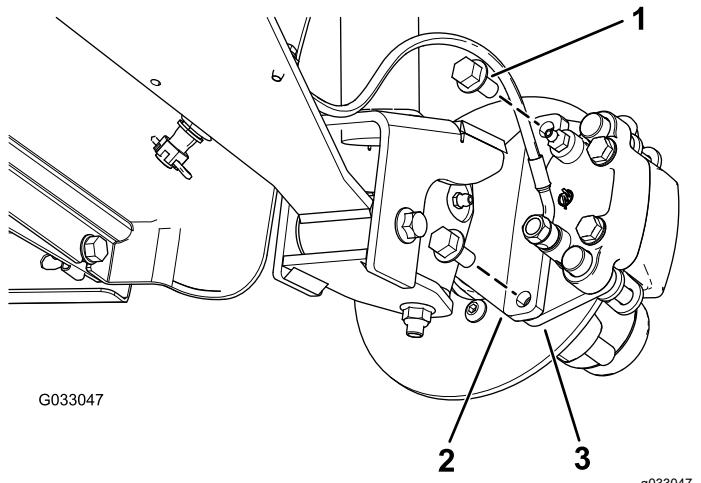
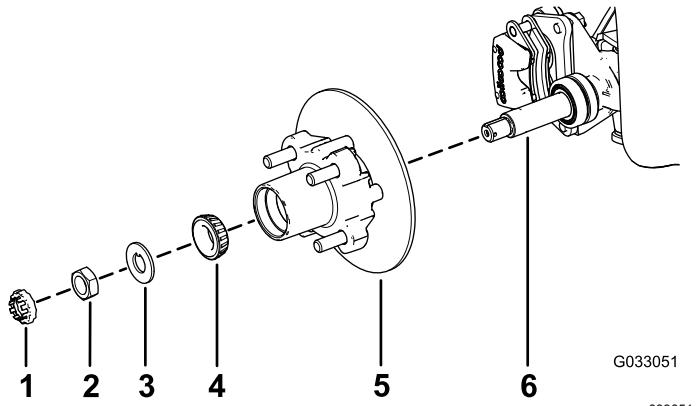

図 30
図 34
- ブレーキアセンブリ用のブラケットをスピンドルに固定しているフランジヘッドボルト $\frac{3}{8}'' \times \frac{3}{4}''$ を外してスピンドルからブレーキを取り外す 図30。
1. スピンドルに所定のグリスを薄く塗る図 34。
2. ハブとロータをスピンドルに取り付ける。ロータを内側にすること図 34。
3. スピンドルに外側ベアリングを取り付けてレースにはめる図 34。
4. スピンドルにタブワッシャを取り付ける図 34。
5. スピンドルにスピンドルナットを取り付け、ハブを回してベアリングを着座させながらナットを  $15 \text{ N}\cdot\text{m} 1.52 \text{ kg.m} = 11 \text{ ft-lb}$  に締めつける図 34。
2. ブレーキパッドをロータのそれぞれの側に合わせ図 30、キャリパブラケットの穴と、スピンドルフレームのブレーキ取り付け部の穴を整列させる図 34。
3. キャリパブラケットをスピンドルフレームに固定する図 30 フランジヘッドボルト  $\frac{3}{8}'' \times \frac{3}{4}''$  2本を使用する。